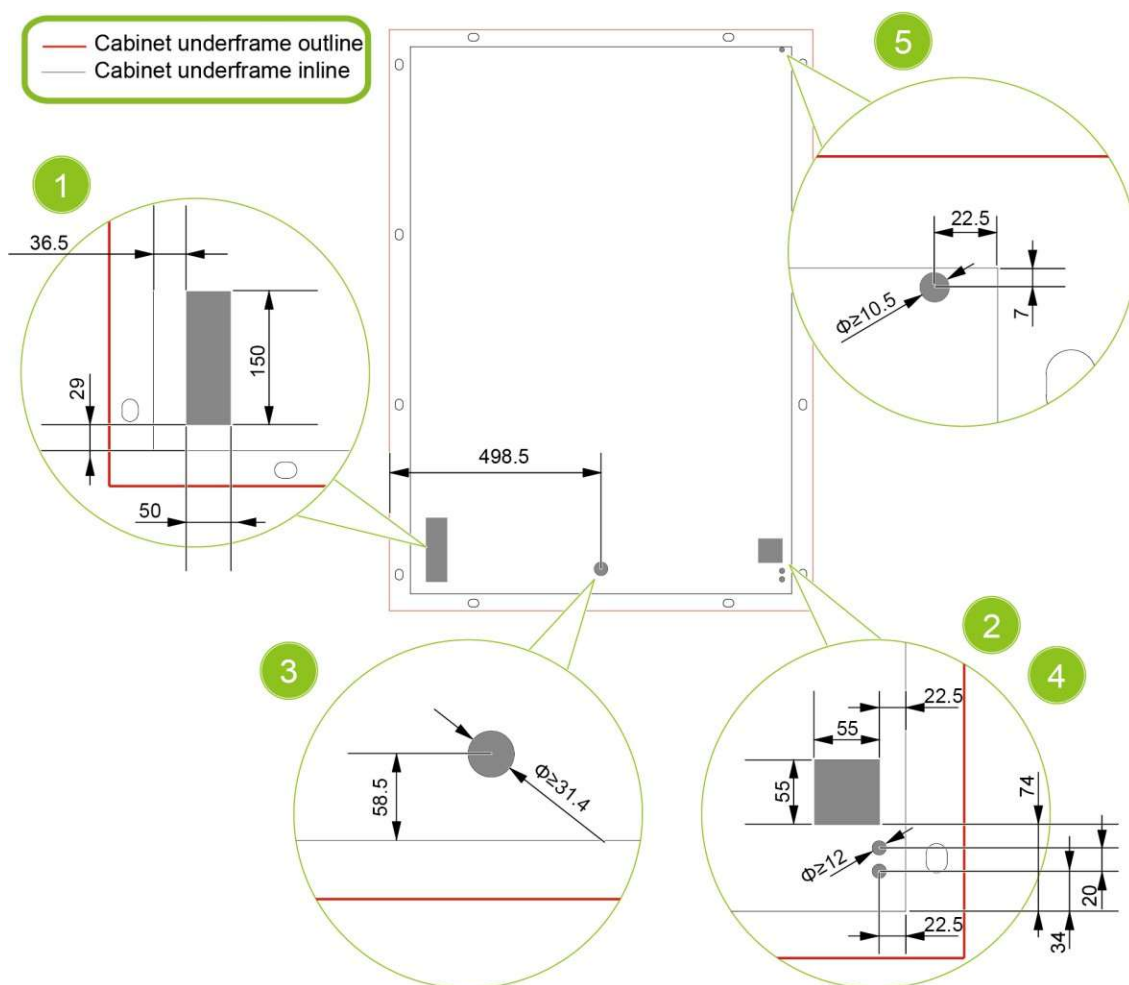

Fig. 4-7 Prepare os orifícios para cabos e os orifícios de drenagem
- Ao construir a fundação, certifique-se de deixar orifícios de drenagem. A posição dos orifícios de drenagem do equipamento pode ser consultada na Fig. 4-7. Prepare os orifícios para cabos e os orifícios de drenagem.